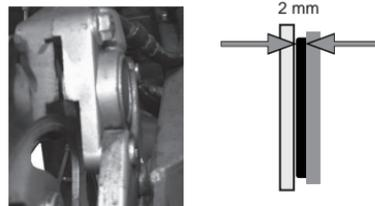

imagen 25. desgaste de frenos
2. Revisar el nivel de desgaste de las balatas del freno delantero. Ver imagen 25.